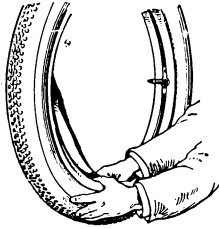

Fig. 18.
**3. Collocare la camera d'aria nella copertura.** — Introdurre la camera nella copertura per frazioni, mettendo la valvola precisamente nella intaccatura apposta praticata nei talloni (fig. 18).